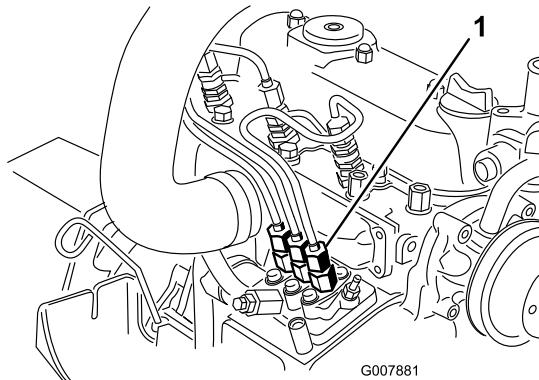

Figura 46
- Coloque un trapo debajo del conector del tubo que viene desde la bomba de inyección a la boquilla del inyector N° 1, según muestra Figura 46.